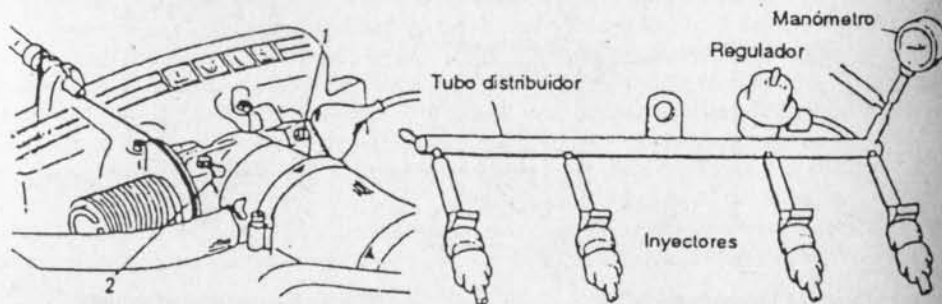

Fig. 3-18.— Regulación del ralenti
Regulación del ralenti.— Con el motor a la temperatura de trabajo y el encendido correcto, regular el tornillo de ralenti (1) (Fig. 3-18), hasta que el motor gire a unas 750 rpm. Girar después el tornillo de tope de la mariposa de aceleración (2) hasta que el motor gire a 800 rpm. Controlar estas operaciones por el análisis del humo, que deberá indicar "0" o un mínimo de CO y de HC.